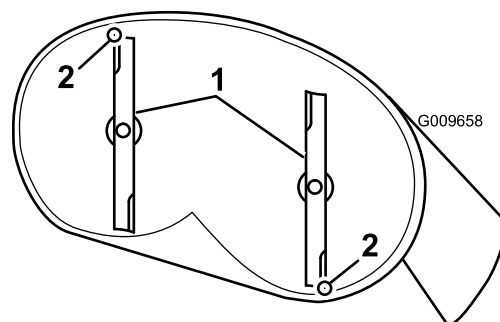
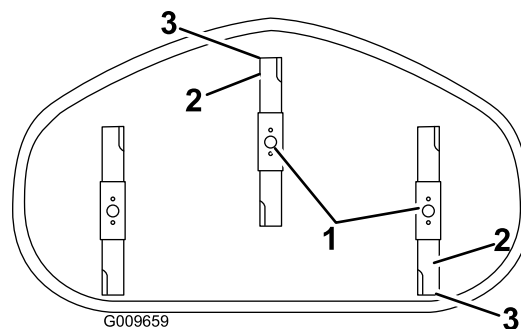

Figura 62
Figura 63
4. Girate con cautela le lame in modo che siano disposte longitudinalmente (Figura 62 e Figura 63).
5. Misurate il valore dalla punta della lama anteriore e dalla punta della lama posteriore alla superficie piana (Figura 62).
7. Dopo la regolazione, ricontrollate l'inclinazione longitudinale e continuate la regolazione del dado finché la punta della lama anteriore non è più bassa di 1,6–7,9 mm rispetto a quella posteriore (Figura 62).